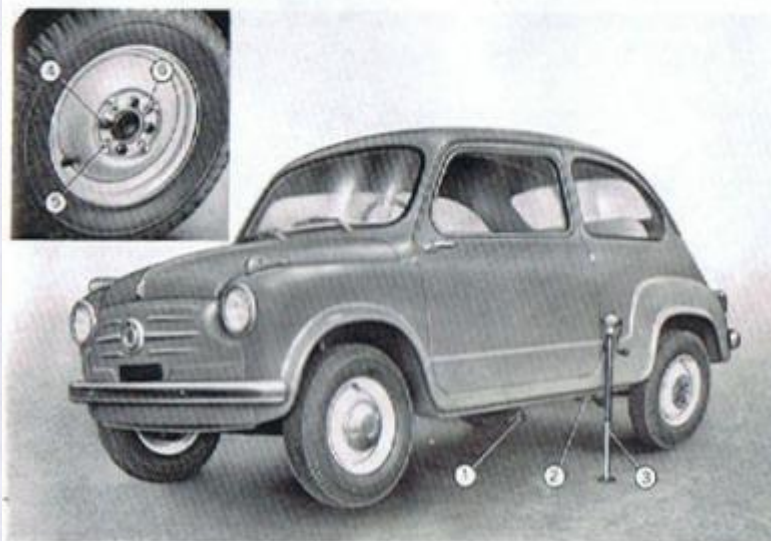

Fig. 52: Løftning af vognen med donkraft.
- a) Stop om muligt vognen på plan vej og læg stopkroden (1, fig. 52) under det baghjul, som skal blive stående på jorden. Håndbremsen virker ikke, når det ene baghjul er løftet fra vejbanen.
- b) Fjern hjulkapslen med hænderne eller ved hjælp af den medfølgende skruetrækker. Med hjulsvinget løsnes de fire møtrikker (4, fig. 52) en enkelt omgang.
- c) Donkraftens tap sættes i den dertil beregnede holder (2, fig. 52) under karrosseriet, og man løfter derefter vognen op, indtil det hjul, der skal skiftes, er fri af vejbanen.
- e) Reserverhjulet monteres, og man må sørge for, at styrestiften (6, fig. 52) kommer ind i hullet på hjulpladen. Sæt derefter boltene i og spænd dem jævnt over kors.